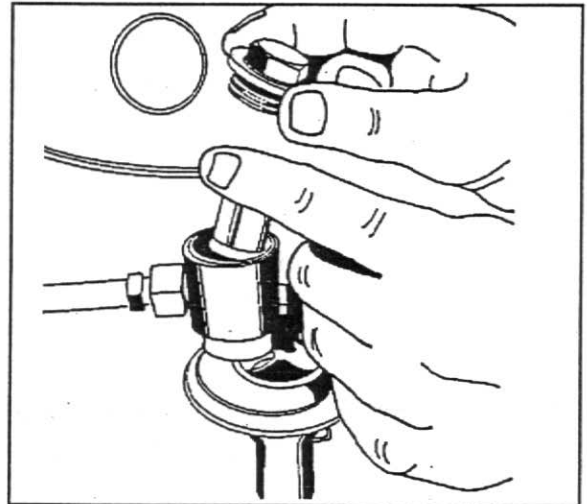

Fig. 5
2. Remova o bujão, o anel de vedação e o filtro-tela, fig.5.